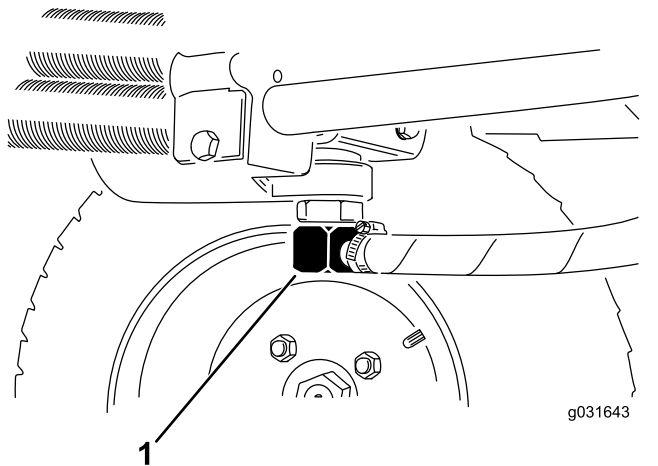

図 65
2. 油圧ラインの接続部または油圧フィルタを外し、流れ出すオイルを容器に受ける 図 67と 図 65。
3. オイルが全部流れ出たらラインを元通りに接続する 図 65。